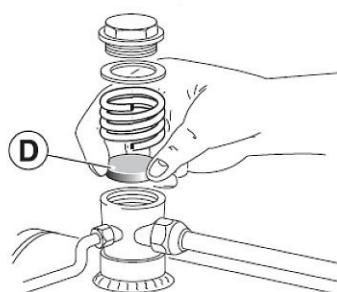

Abb. 16: Dichtelement im Rückschlagventil
Schritt 2: Überprüfen Sie das Rückschlagventil und wechseln Sie das Dichtungselement **D** (Abb. 16) gegebenenfalls aus.